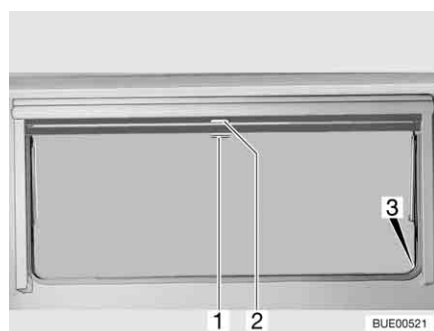

Fig. 62 Fenêtre projetante
- Tirer le store occultant vers le bas en le maintenant par la poignée (Fig. 62,2). Lorsque le store occultant est complètement fermé, l'accrocher des deux côtés du cadre de la fenêtre dans le dispositif de blocage (Fig. 62,3).
- Lorsque le store occultant est complètement fermé : Appuyer sur la poignée (Fig. 62,2) vers le bas tout en la tirant légèrement vers l'intérieur. Décrocher à droite et à gauche le store occultant du dispositif de blocage du cadre de la fenêtre.
- Si le store occultant se trouve dans une position intermédiaire : Tirer la poignée (Fig. 62,2) vers le bas jusqu'à ce que le dispositif de blocage se débloque.
- Tirer la moustiquaire par la poignée (Fig. 62,1) vers le bas et l'accrocher des deux côtés sur le cadre de la fenêtre dans le dispositif de blocage (Fig. 62,3).
- Appuyer sur la poignée (Fig. 62,1) vers le bas tout en la tirant légèrement vers l'intérieur. Décrocher à droite et à gauche la moustiquaire des dispositifs de blocage du cadre de la fenêtre.